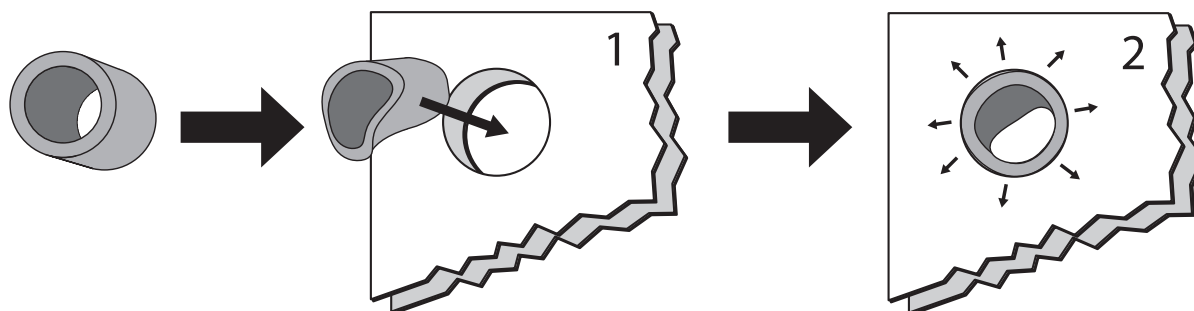

Bild 1. Installationsexempel, ÖFI-C.
- Fibermedryckningsskyddet är tillverkat av flexibelt material och trycks in i regelväggens håltagning, se bild 1.